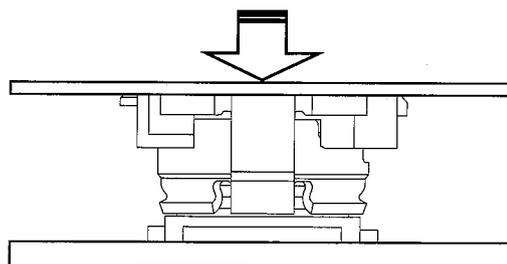

図11 (Fig.-11)
- ・ 嵌合状態のコネクタ抜け止め荷重は、1.96N Max.でコネクタ底部全体を押えて下さい。(図11)